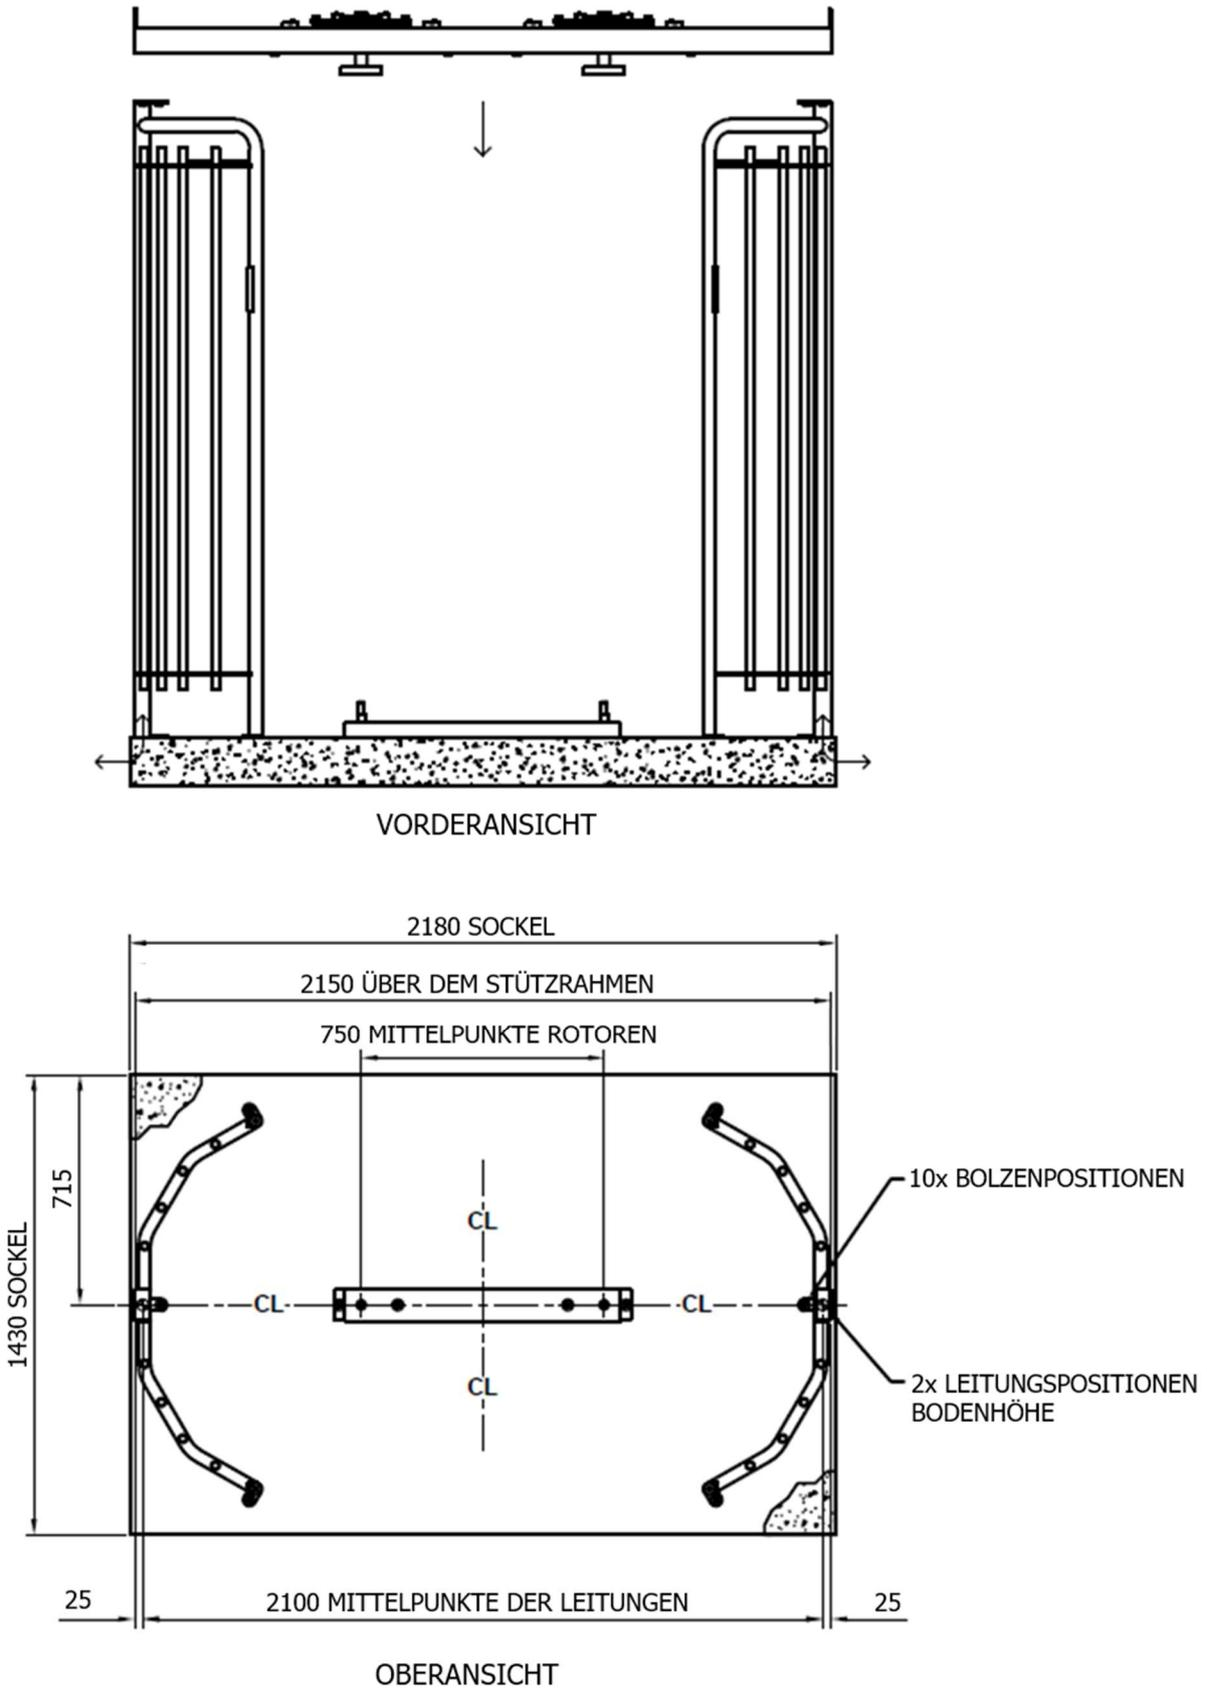

Abbildung 15: Montage des Doppel-Drehkreuzes
- Doppel-Drehkreuz-Spezifikation: 2180 mm lang x 1430 mm breit x 125 mm tief, Beton mit 20 MPa Festigkeit. (Siehe Abbildung Abbildung 15)